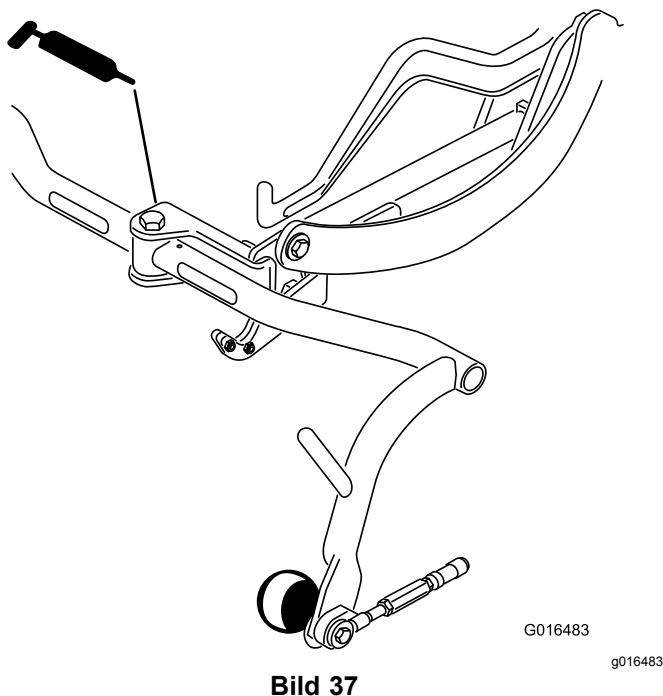

Bild 37
- Trägerrahmenscharnier (3) (Bild 37)